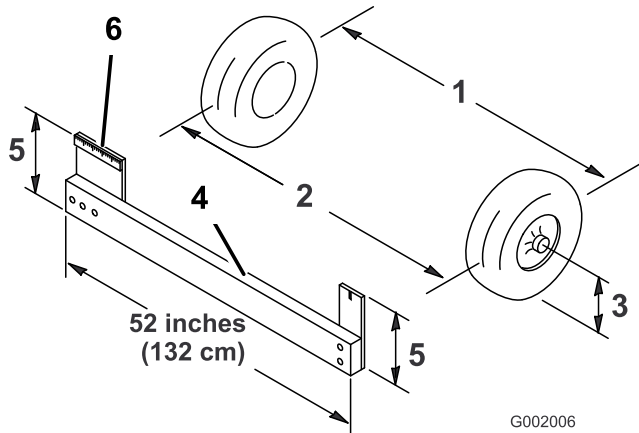

図 56
4. 前輪の前と後ろで、左右のタイヤの中央線間距離を測る；計測はアクスルの高さで行う（図 56）。前輪の後ろで、アクスルの高さで測定を行うには市販または手製のトーイン測定器が必要となる。前後の計測とも同じ道具を使用し、アクスルの高さで正しく測定すること（図 56）。